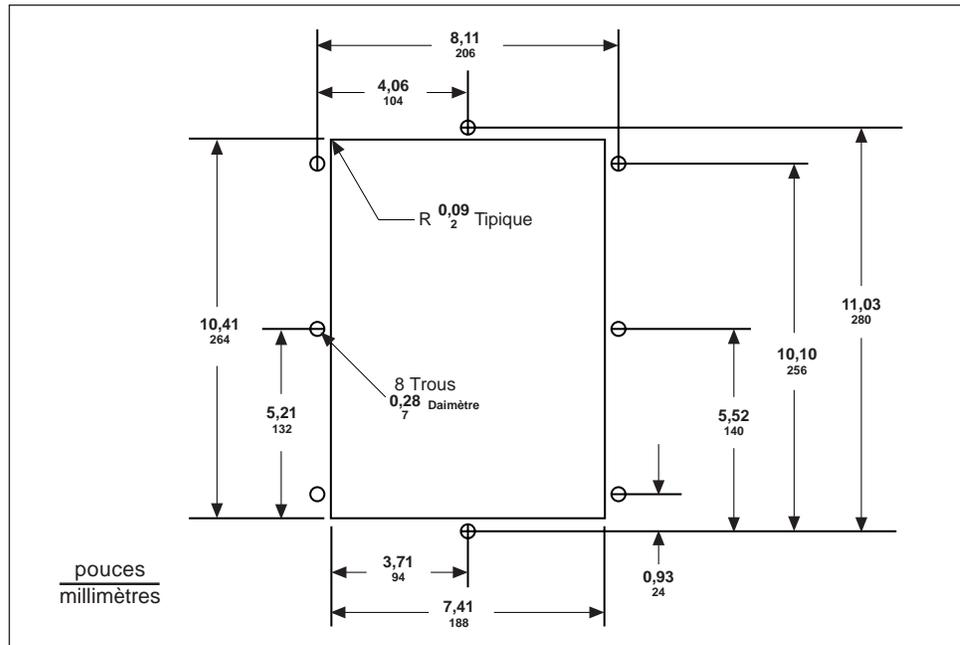

Figure 3-2 : Plan de perçage
3. Fixer le Circuit Monitor au panneau à l'aide de quatre vis n° 10-32 incluses dans le kit de matériel du Circuit Monitor (63230-204-16). La figure 3-2 montre le Circuit Monitor monté sur un panneau électrique.